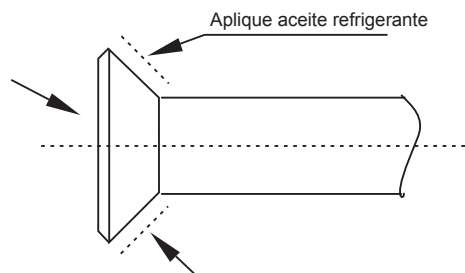

Imagen 4.3
- Antes de instalar el tapón del casquillo en el casquillo de la tubería, aplique un poco de aceite refrigerante en el mismo (tanto por dentro como por fuera), y luego gírelo tres o cuatro veces antes de apretar el tapón. Consulte la Imagen 4.3.